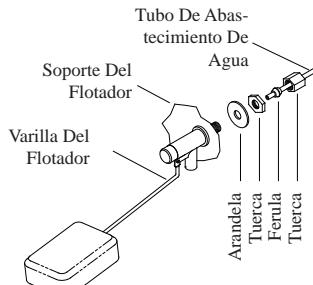

Fig. 5
- La válvula de flotador.** Instale la válvula de flotador en el soporte del flotador dentro del enfriador y conecte el tubo de agua (véase fig. 5). Nota: La válvula de flotador está instalada en los modelos 75/85 y 95. Necesitará comprar la válvula de flotador por separado para los otros modelos.